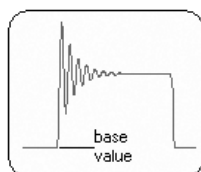

图 9-40 信号基准约束规则
- “Signal Base Value”（信号基准约束规则）：用于设置低电平最大值。如图 9-40 所示为该设置示意图。